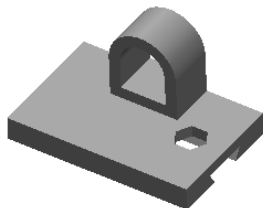

图 5.4.6 应用自定义材料
- (6) 单击 **保存(S)** 按钮，保存自定义的材料。
- (7) 在“材料”对话框中单击 **应用(A)** 按钮，应用设置的自定义材料，如图 5.4.6 所示。
- (8) 单击 **关闭(C)** 按钮，关闭“材料”对话框。